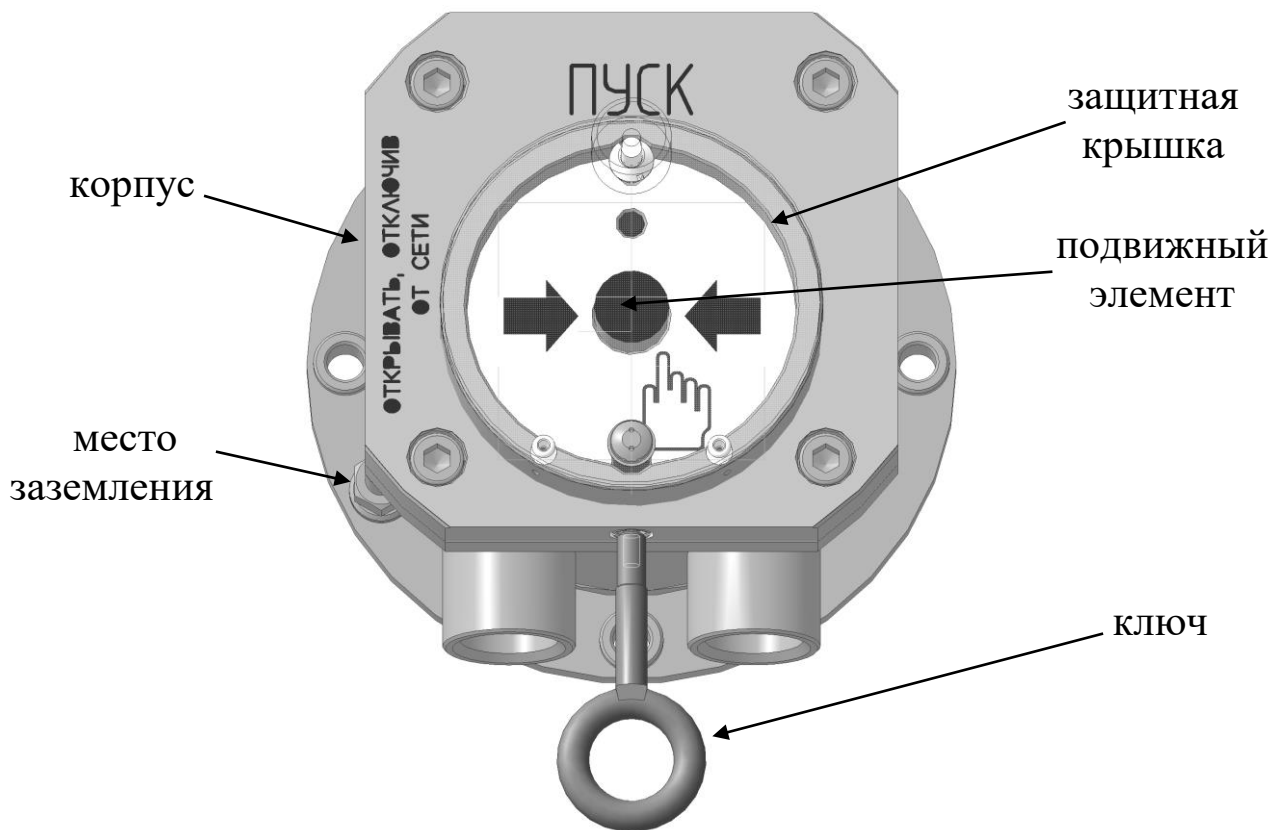

Рис. 2
- в отверстие крышки УДП (снизу) вставить специальный ключ и вернуть на 2 оборота по часовой стрелке, рис.2;
- потянуть специальный ключ вниз, при этом кнопка вернется в исходное состояние, УДП перейдет в режим «Дежурный», рис.2;